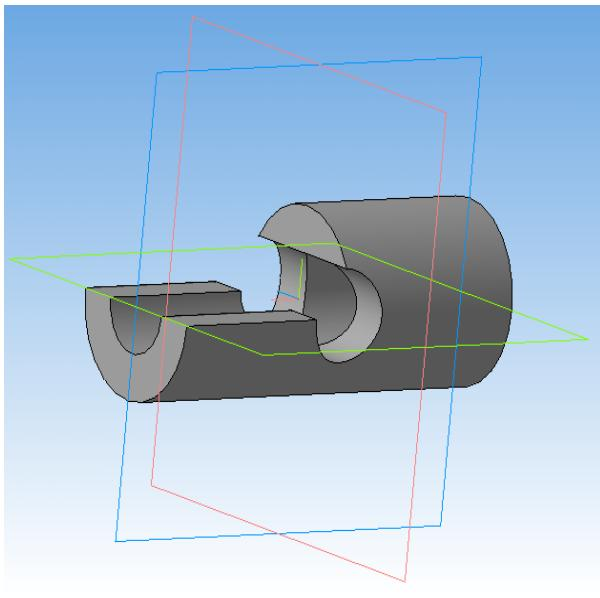
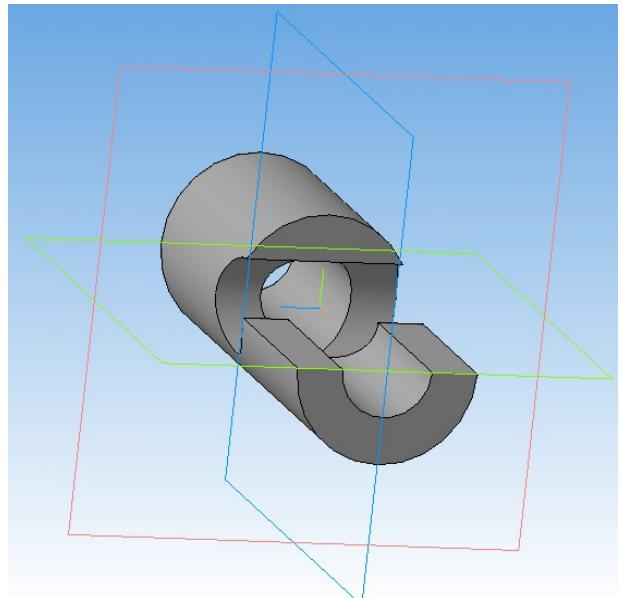

Рис. 2
Рис. 1
**Задача:** начертить пространственную модель детали, показанной на **рис. 1, рис. 2:**